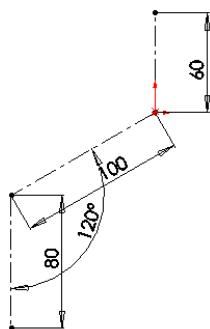
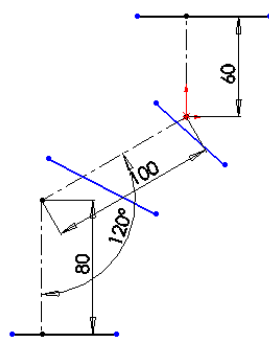
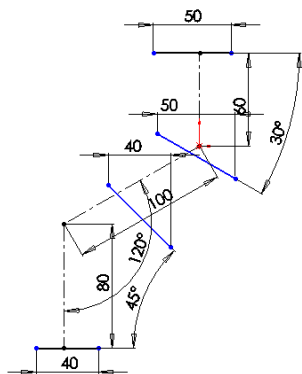

图 11-104 绘制草图构造线
图 11-105 绘制草图
图 11-106 标注草图智能尺寸
② 绘制草图构造线。在左侧的“FeatureManager 设计树”中选择“前视基准面”作为绘图基准面，然后单击“草图”工具栏中的“中心线”按钮，绘制两条竖直直线和一条斜线并标注智能尺寸，如图 11-104 所示。
③ 绘制草图。
①单击“草图”工具栏中的“直线”按钮, 绘制两条水平线和两条斜线, 如图 11-105 所示。对草图进行智能尺寸标注, 如图 11-106 所示。